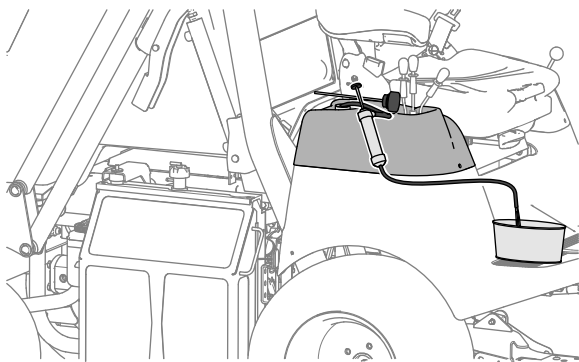

図 101
4. サイホンポンプを使って油圧タンクからオイルを抜き取る 図 101。